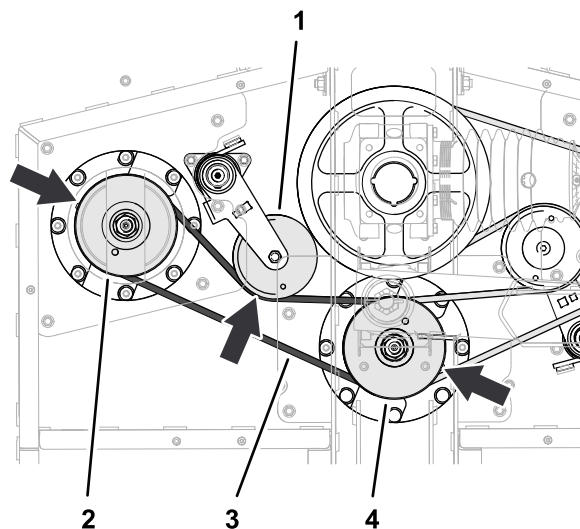

Рисунок 67
1. Проложите короткий ремень вокруг шкива левого шпинделя и нижней канавки шкива среднего шпинделя (Рисунок 67).
2. С помощью монтировки или аналогичного инструмента поверните натяжитель ремня против часовой стрелки и наденьте ремень поверх шкива натяжителя (Рисунок 67).